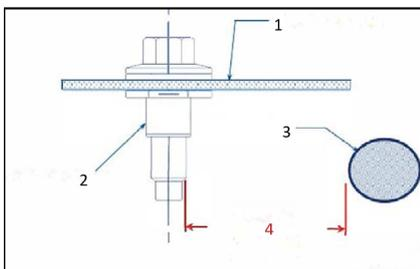

Abb.2
- Befestigungselemente (und/oder alternative Befestigungsmethoden), die unter den Fahrzeugboden hinausragen, müssen einen MINDESTABSTAND von 50,8 mm (2,0") zu allen umliegenden Hoch-/Niederspannungskabeln und/oder Kühlmittelleitungen und/oder hydraulischen Bremsleitungen haben, um Beschädigungen/ Quetschungen zu vermeiden. (Abbildung 2)